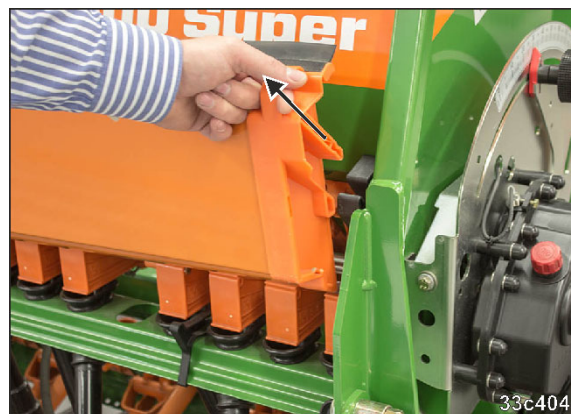

Fig. 135
1. Die Abdrehmulden (Fig. 135) aus den Halterungen ziehen.